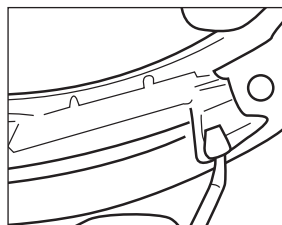

Figure 11
2. Insérez soigneusement le fil de l'ensemble des piles dans le port de l'ensemble de lumières à DEL (figure 11).